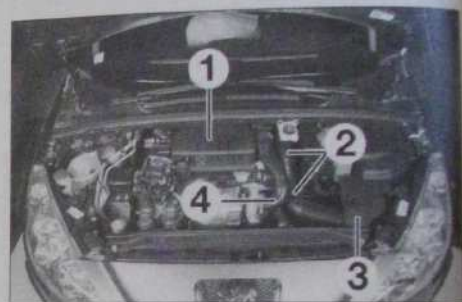

Fig. 56
- le cache moteur (1) (Fig.56),
- les deux parties du conduit d'entrée d'air (2),
- la buse d'entrée d'air (3),
- la conduite d'entrée d'air du turbocompresseur (4).